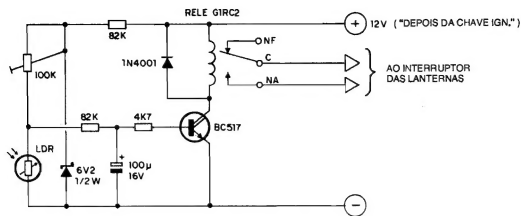

Fig. 1
- **FIG. 1 - O CIRCUITO** - O supramencionado da simplicidade, traz o circuito inicialmente com a determinação de uma Tensão estabilizada pelo diodo zener (6V2) e resistor de 82K (à linha do **positivo** - 12 VCC...), aplicada ao divisor de Tensão formado por um LDR (praticamente qualquer tipo de Resistor Dependente da Luz poderá ser utilizado no circuito...) e pelo **trim-pot** de 100K, este responsável pelo ajuste final de sensibilidade e "ponto" de funcionamento da LAC... Com tal sistema, eventuais (até "normais", no caso...) variações na Tensão real da bateria do veículo não poderão influenciar a calibração e a sensibilidade do dispositivo... Na junção entre o citado LDR e o **trim-pot** de ajuste/calibração, recolhe-se, então, um nível de Tensão **inversamente** proporcional à luminosidade "vista" pelo foto-re-